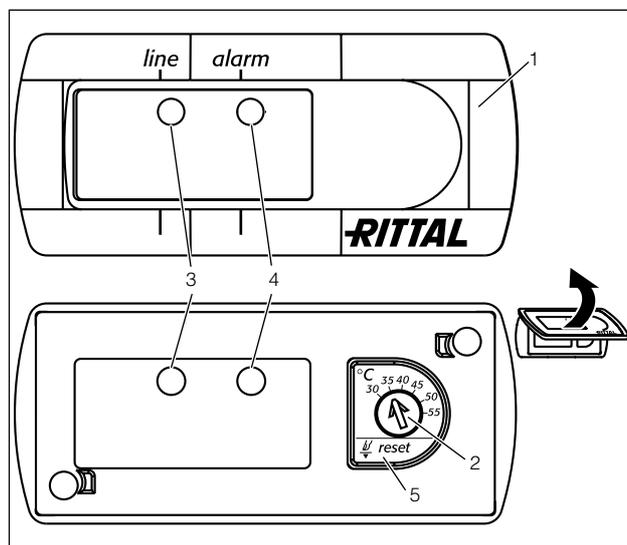

Fig. 26: Controllo Basic
- Impostare la temperatura nominale richiesta sull'apposito regolatore (Fig. 26, pagina 20).
- Premere il pulsante di Reset (Fig. 26, nr. 5) per almeno 3 secondi.